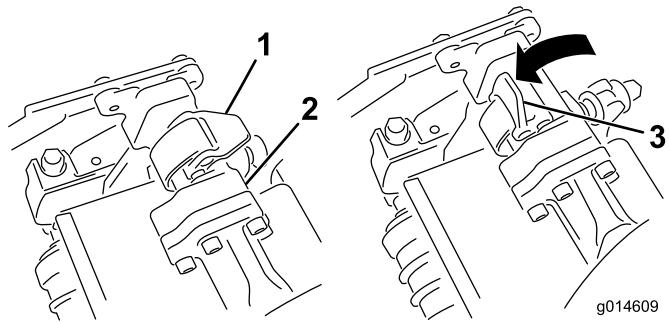
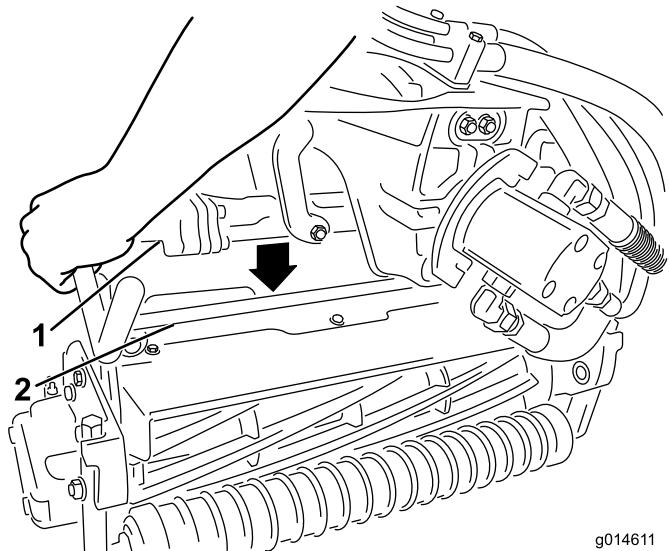

图12
图13
9. 当悬挂臂架上的闩锁指向上方 (即打开) 时 (图12), 向下压悬挂臂, 使悬挂臂架与滚刀组上方的支架相契合 (图13)。
10. 向下并绕着滚刀组架关闭闩锁, 将它们锁定到位 (图12)。